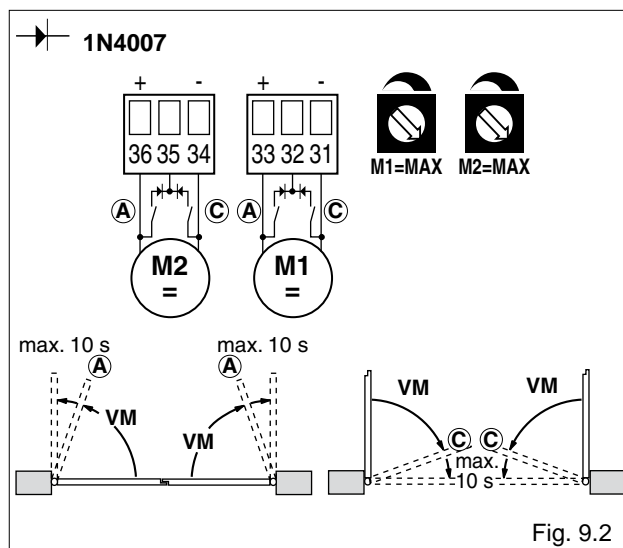

Fig. 9.2
- (Fig. 9.2) **Utilisation avec fin de course de ralentissement**